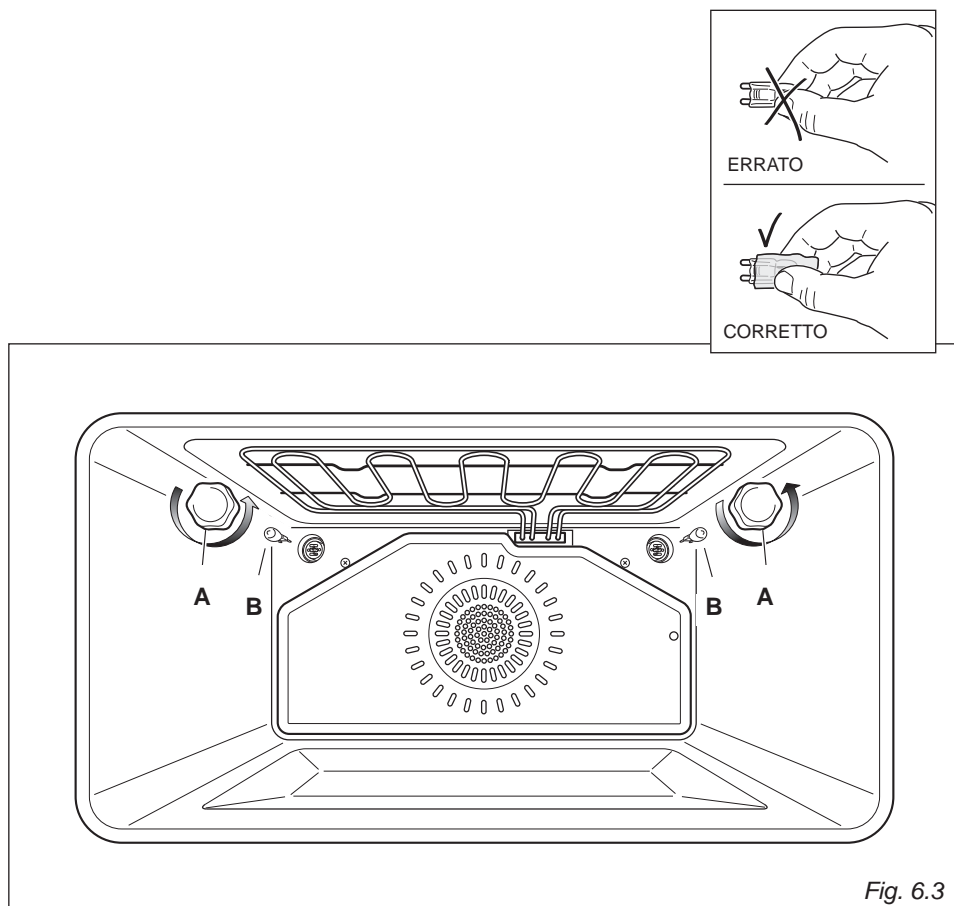

Fig. 6.3
- Svitare la calotta protettiva "A" (fig. 6.3).